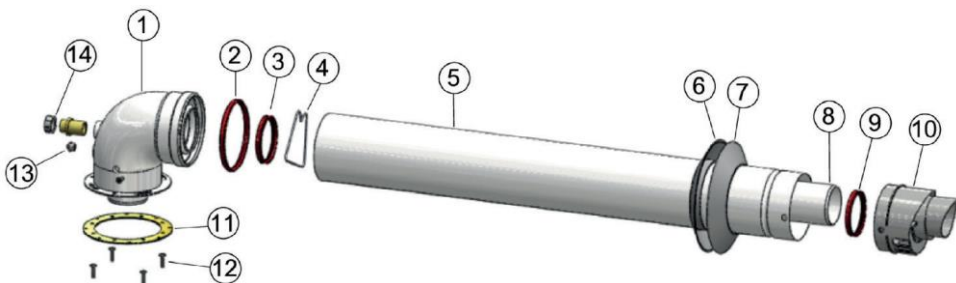

Figura 16 Set camino concentrico caldaia ermetica
- Fissare la flangia sotto il pezzo di Curva (1) che si trova nella Figura 16 con le Viti di Collegamento Flangia (11) ai fori della caldaia utilizzando la Guarnizione Flangia (10).
- Le 2 Guarnizioni di Tenuta (2) fornite con il set camino ermetico verranno posizionate nelle sedi interne dei tubi che si trovano nelle bocche della Curva da 90°.
- Per raggruppare il terminale di uscita camino, infilare la guarnizione della parete esterna (EPDM) al terminale camino come da Figura 16. Dopo aver effettuato il passaggio del terminale d'uscita del camino dalla parte esterna della parete e dal foro precedentemente creato, montare la Guarnizione di Collegamento della Parete Interna (7) al terminale camino. Infilare nel terminale d'uscita del camino una parte della guarnizione di collegamento EPDM che avete montato sulla curva da 90° del